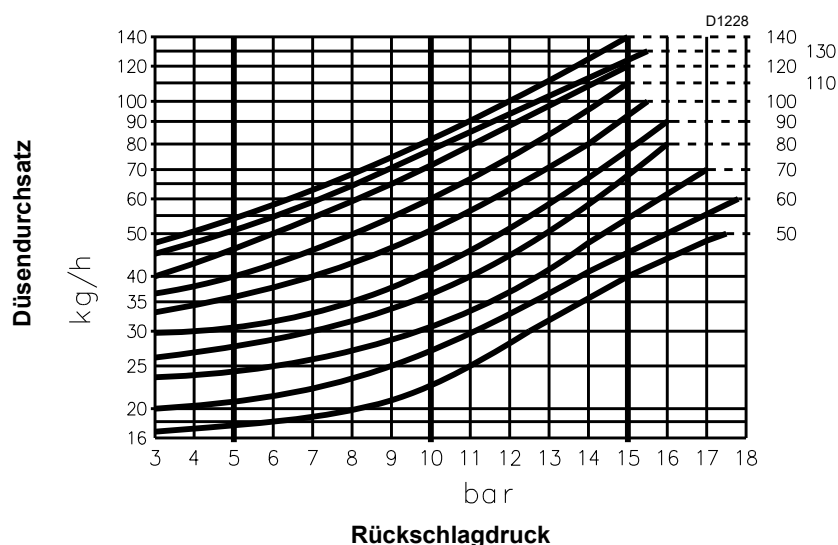

Abb. 27
Diagramm (Abb. 27) zeigt dieses Verhältnis für Bergonzo Düsen Typ A3 und A4 mit 20 bar Druck auf der Auslaßseite der Pumpe.
Diagramm (Abb. 27):
- Nach der Einstellung von Hand prüfen, ob der Stellmotor nach der Entriegelung (s. Seite 20) zwischen 0° und 130° kanten und ob die Mindest- und Höchstdruckwerte den nach Diagramm (Abb. 27, Seite 22) gewählten entsprechen.
Der Düsendurchsatz ist durch Diagramm (Abb. 27, Seite 22) in Übereinstimmung mit dem Druck auf dem Düsenrücklauf, am Manometer 1)(Abb. 28, Seite 23) abzulesen, gegeben.